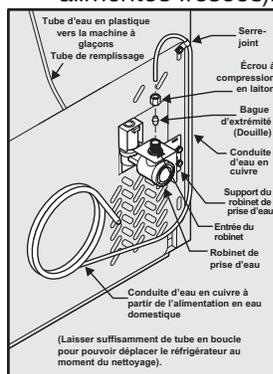

Figura 1
4. **Si usa tuberías de cobre:** Deslice la tuerca de compresión de latón, y luego la férula (manguito) en la tubería de suministro de agua. Empuje la tubería de suministro de agua hacia dentro de la entrada de la válvula de agua lo más posible (1/4 de pulgada o 6 mm). Deslice la férula (manguito) en la entrada de la válvula y apriete manualmente la tuerca de compresión en la válvula. Apriete otra media vuelta con una llave; NO apriete en exceso. Vea la Figura 1.